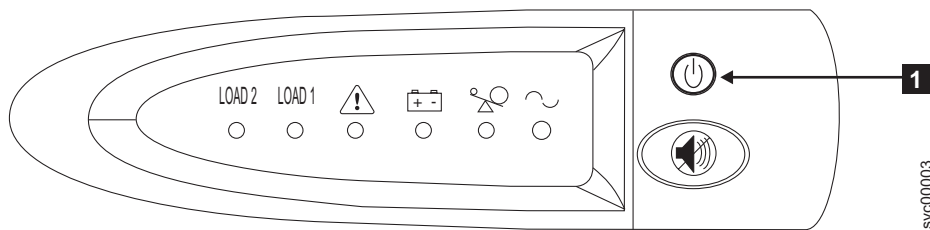

Figura 218. O Conjunto do Painel Frontal do 2145 UPS-1U
1. Na frente do 2145 UPS-1U, pressione e segure o botão ligar/desligar (**1** na Figura 218) até que a luz de energia esteja apagada (aproximadamente 5 segundos). Em algumas versões do 2145 UPS-1U, é necessário um dispositivo com ponta, como uma chave de fenda, para pressionar o botão ligar/desligar. O 2145 UPS-1U entra no modo de espera.